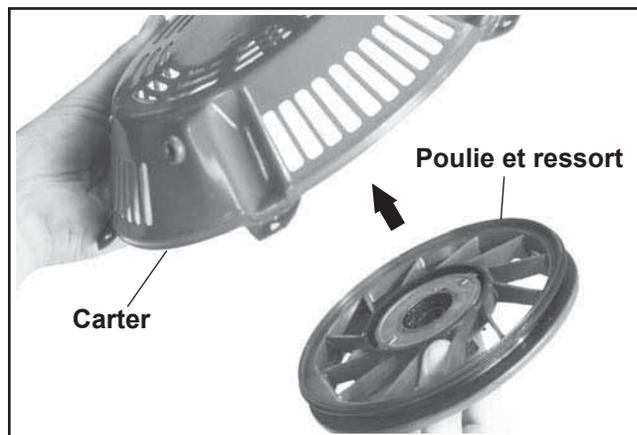

Figure 7-8. Installation de la poulie et du ressort dans le carter.
2. Installer le groupe poulie dans le carter du lanceur. Voir la Figure 7-8. Vérifier que la poulie est bien en place contre le carter du lanceur. Ne pas enrouler la poulie et le ressort de rappel pour l'instant.